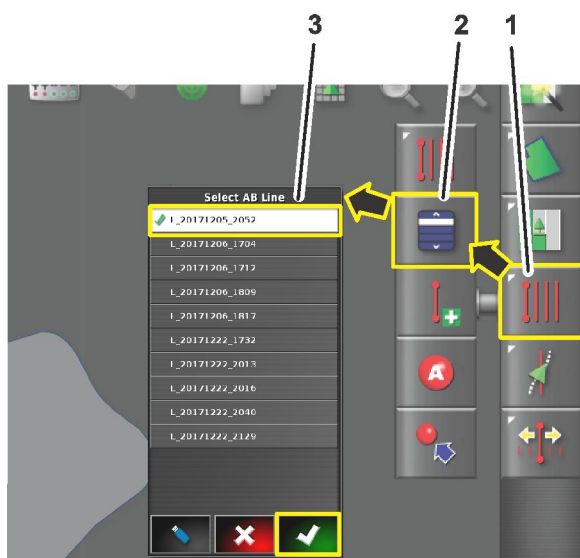

Figure 19
1. Appuyez sur l'icône du menu lignes guides (Figure 19).
2. Appuyez sur l'icône de sélection de ligne guide (Figure 19).
4. Pour des lignes guides droites ou courbes, appuyez sur l'icône de sélection de guidage (Figure 19) pour une ligne AB ou la ligne courbe.
5. Appuyez sur le nom de la ligne guide voulue, puis appuyez sur l'icône de confirmation (Figure 19).